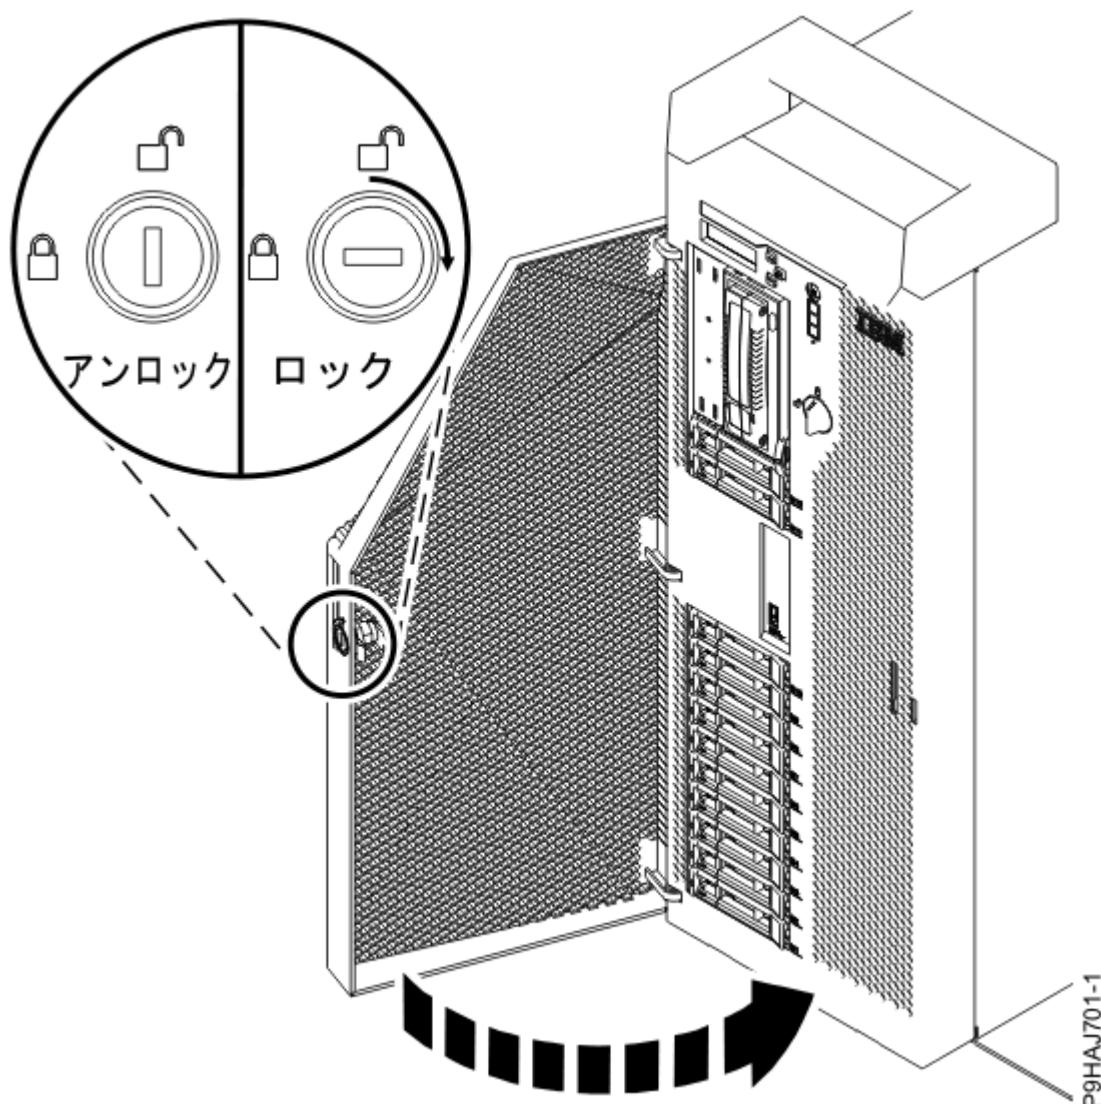

図 15. 前面ドアのロッキング
- e) 前面ドアを閉じます。前面ドアの鍵をロックに差し込みます(18 ページの図 15 を参照)。鍵を右(時計回り)にひねって、ドアをロックします。水平方向がロック状態で、垂直方向がアンロック状態です。